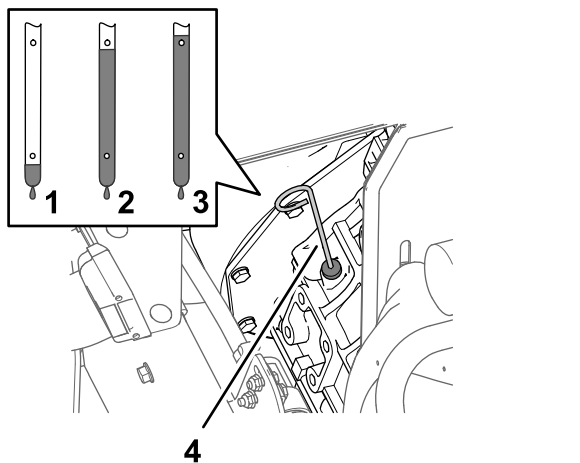

图 74
6. 取出量油尺并检查发动机中的机油油位 (图 74)。
7. 慢慢注入规定油量的剩余部分使油位达到量油尺上的“已满”标记处 图 74。